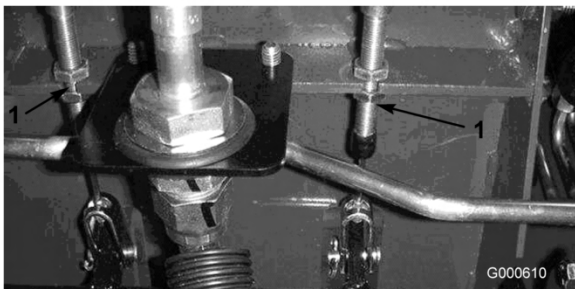

Figura 54
- A. Afloje la tuerca delantera del extremo roscado del cable de freno (Figura 54).